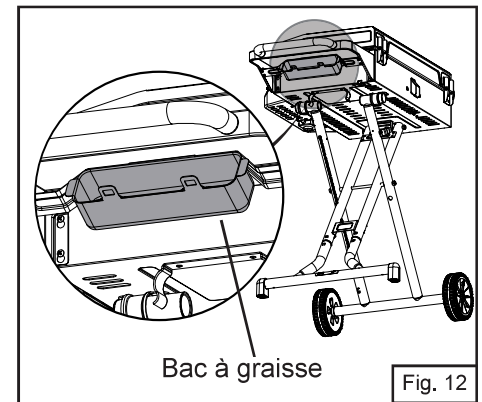

Fig. 12
12. Placez le bac à graisse sous la tablette latérale (Fig. 12).